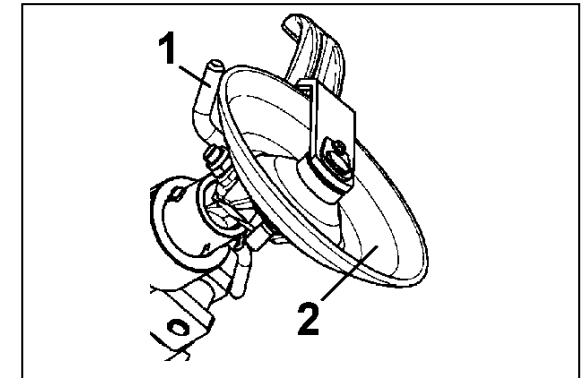

Fig. 14a
- G. THE TOOL LOCKING PIN (1, Fig. 14a) MUST BE APPLIED ONLY WHEN USING THE DISC TOOL ON RIM WHEELS.
- G. L'AXE DE BLOCAGE DE L'OUTIL (1, Fig. 14a) DOIT ÊTRE APPLIQUÉ UNIQUEMENT PENDANT L'UTILISATION DE L'OUTIL A DISQUE SUR DES ROUES A RENFORT.
- G. DER SPANNBOLZEN FÜR DAS WERKZEUG (1, Abb. 14a) DARF NUR BEI VERWENDUNG DES SCHEIBENWERKZEUGS BEI RÄDERN MIT STAHLSEILKERN ANGEWANDT WERDEN.